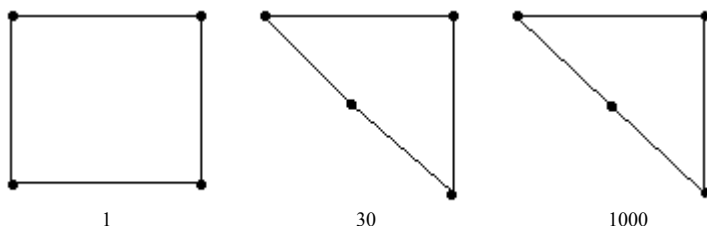

图 4.5.14 四边形网格 Jacobian Ratio (二)
- 能够满足四边形单元或块单元的 Jacobian Ratio 为 1, 需保证所有的边都平行或任何边上的中间节点都位于两个焦点的中间位置。图 4.5.14 所示的是 Jacobian Ratio 为 1、30、1000 时的四边形网格，此四边形网格可以生成 Jacobian Ratio 为 1 的六面体网格。